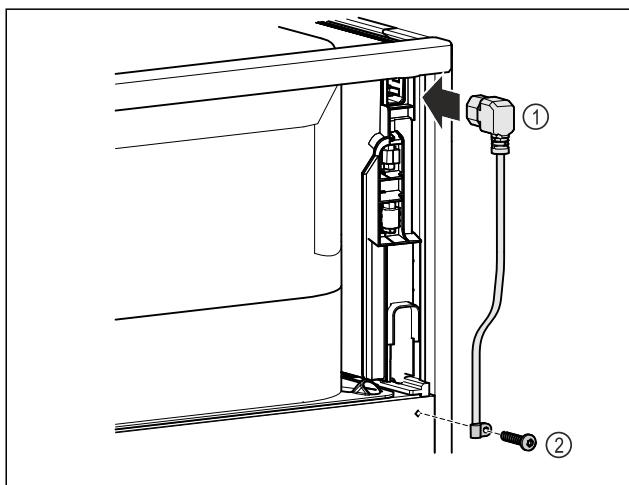

Fig. 11
- Вставте роз'єм «холодного підключення» кабелю підключення до мережі Fig. 11 (1) на задній стороні пристрію.
► Встановіть механізм для розвантаження кабелю від натягу. Fig. 11 (2)